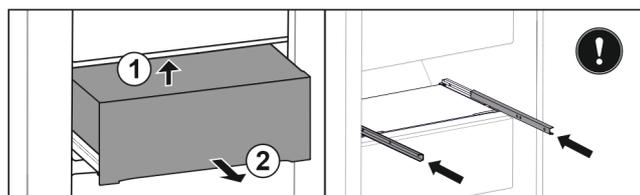

Fig. 159
- ▶ Soulever le tiroir à l'arrière par le bas. Fig. 159 (1)
- ▶ Retirer le tiroir par l'avant. Fig. 159 (2)